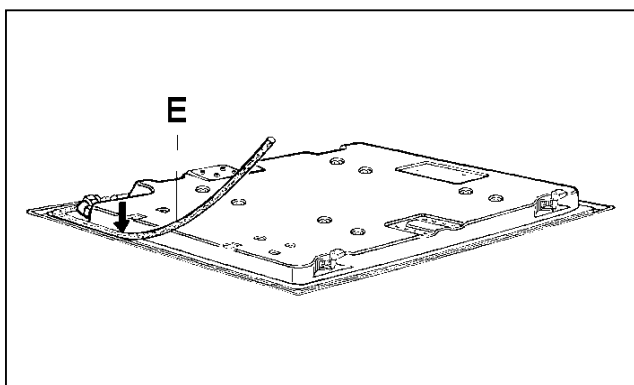

FIG. 9
- Dar la vuelta a la placa y colocar correctamente la guarnición "E" (fig. 9) debajo del borde de la placa de manera que el lado externo de la guarnición coincida perfectamente con el borde periférico externo de la placa. Los extremos de las tiras deben coincidir sin superponerse.